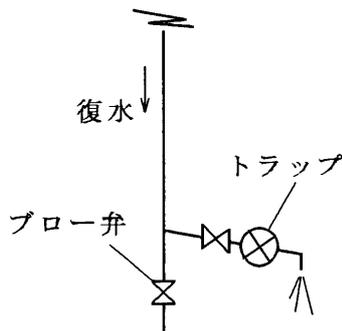
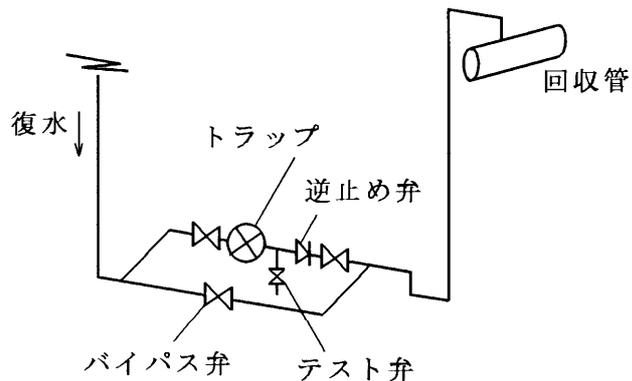

図2
図3
<ul style="list-style-type: none">● 取付は水平配管に、弁箱の流れ方向矢印を流体の流れ方向に合わせて、なるべく垂直に取り付けてください。大気開放の場合は図2のように配管し、また、復水回収管に接続する場合は配管工事後の配管ブローのときのために図3のようにバイパス管を設けて下さい。● 配管に接続の際、過剰なねじ込みは避けてください。弁箱が破損する可能性があります。● 組立の際、弁座をふたにねじ込むときは、レバー支持金具の穴に確実に弁座の段部が嵌まっていることを確認して、ねじ込んでください。このとき、液体ガスケットをレバー支持金具両面の当り面に塗ってください。● 組立の際、E形止め輪やばね輪は、ぴったり嵌まっていることを確認してください。● 組立の際、ふたにレバーやバケットを取り付けて弁箱にのせます。このとき、バケットが外れやすいので注意が必要です。弁箱入口側のふたの端を少し持ち上げると、バケットの釣り金具がレバーに確実に
- 3.1 水平配管に、弁箱の流れ方向矢印を流体の流れ方向に合わせて、なるべく垂直に取り付けてください。大気開放の場合は図2のように配管し、また、復水回収管に接続する場合は配管工事後の配管ブローのときのために図3のようにバイパス管を設けて下さい。